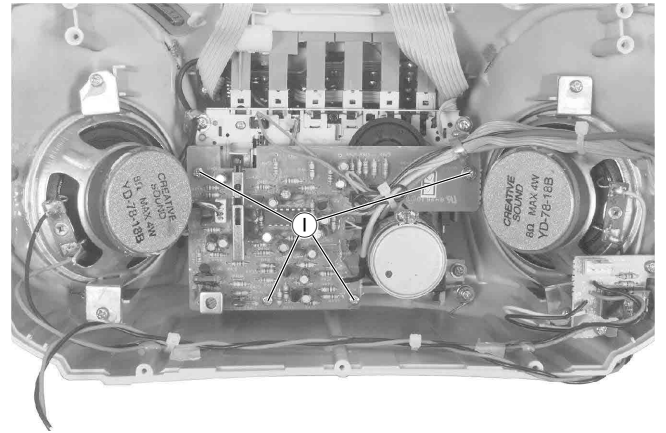

Fig. 8
- 4 Schrauben **I** (Fig. 8) herausschrauben.
- Undo 4 screws **I** (Fig. 8).